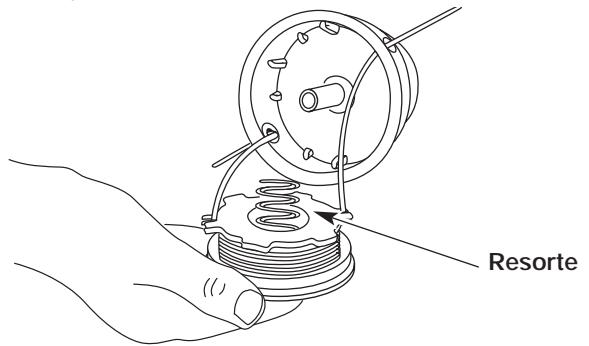

Fig. 20
13. Inserte los extremos de la línea a través de los ojalillos de la bobina exterior y coloque el carrete interior con el resorte dentro de la bobina exterior (Fig. 20). Empuje el carrete interior y la bobina exterior entre sí. Mientras sostiene el carrete interior y la bobina exterior, tome los extremos y tire con firmeza para soltar la línea de las ranuras de fijación de la bobina.
- Inserte los extremos de la línea en los ojalillos de la bobina exterior (Fig. 20).